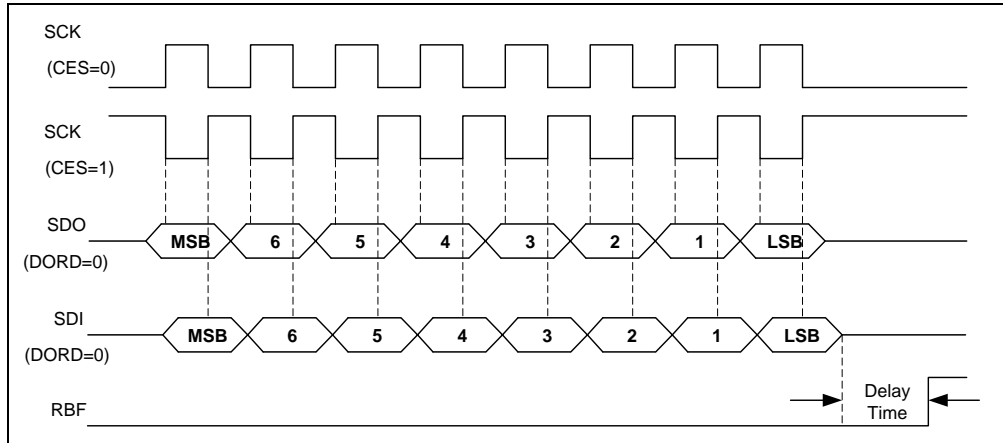
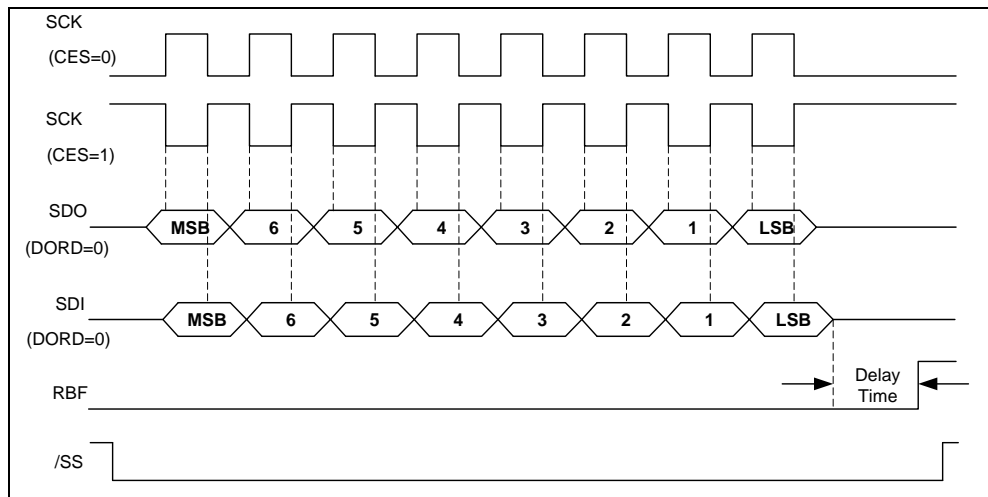

图 6-23 /SS禁止时的SPI模式
图 6-24 /SS使能的SPI模式
- 时序如图6-23和6-24所示。
SCK边沿可通过编程设置CES位选择。不论EM88F715N工作于主模式或/SS禁止的从模式，图6-23所示波形均可适用。然而，图6-24所示波形仅可在/SS使能的从模式下实现。